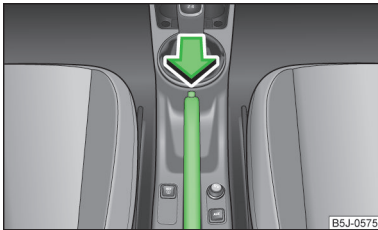

Abb. 108
- Den Handbremshebel etwas hochziehen **und gleichzeitig** den Sperrknopf » Abb. 108 hineindrücken.